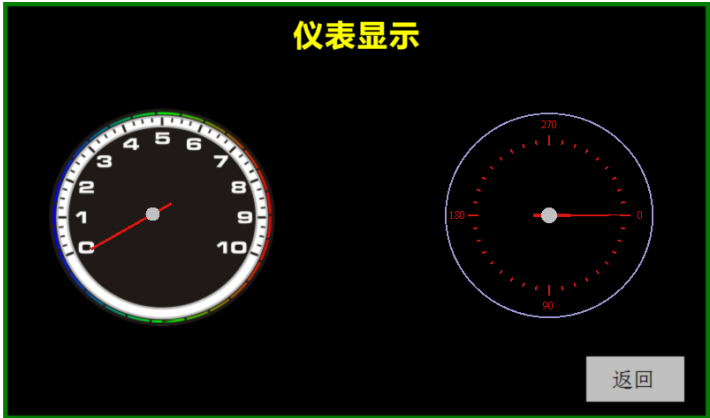

图 3.7 仪表控件显示
(7) 仪表显示。若用户需要将图 3.7 中表盘 1 的指针转到度 5 处，假设画面 ID 为 4，仪表控件 ID 为 1，则用户单片机发送指令如下：